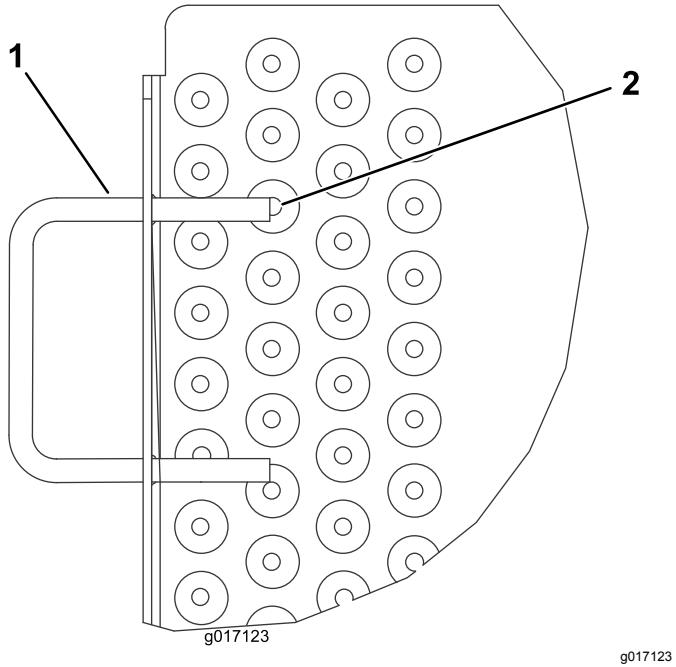

Figura 3
**Nota:** Si el asa de la rampa obstaculiza la fijación de la chapa de sujeción, rebaje un extremo del asa para dejar libre el taladro, según sea necesario (Figura 3). Retoque la pintura.